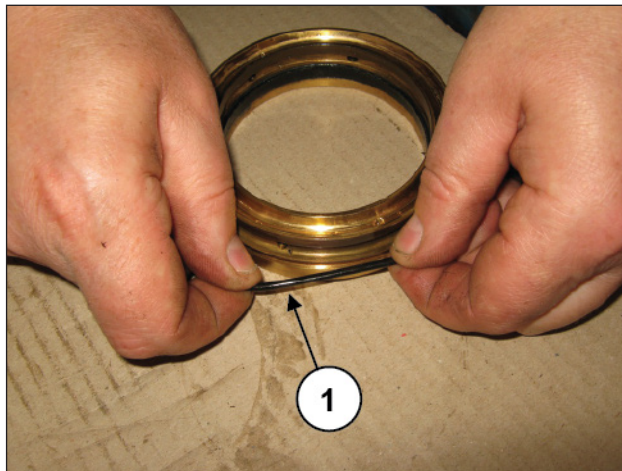
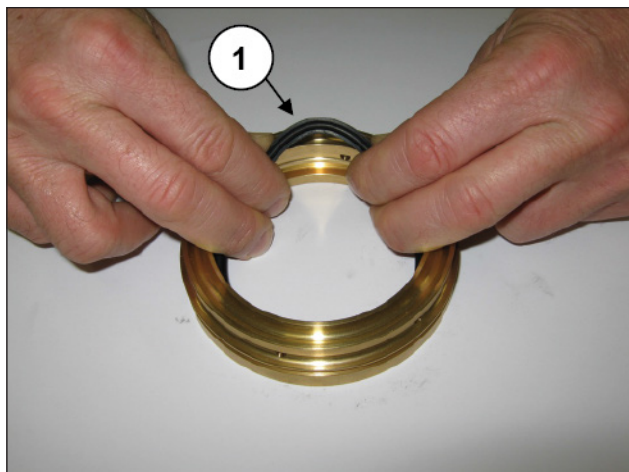

Fig. 220
Fig. 221
Introducir la junta tórica (pos. ①, Fig. 220) y la junta de baja presión en el soporte de la junta (pos. ①, Fig. 221) controlando el sentido de montaje (el labio de retención debe estar hacia adelante, hacia la cabeza).